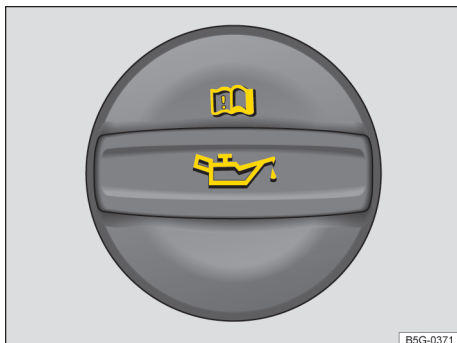

Fig. 1 No compartimento dianteiro: tampa da abertura de abastecimento do óleo do motor (representação esquemática).
A abertura de abastecimento do óleo do motor é identificável pelo símbolo → Fig. 1 no tampão e a vareta do óleo pela pega de cor.
1. Desenroscar o tampão da abertura de abastecimento do óleo do motor → Fig. 1.
6. Depois de reabastecer óleo do motor, fechar a respetiva abertura por meio do tampão → Fig. 1.